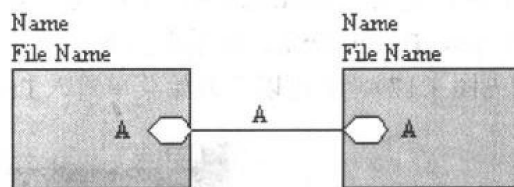

图1.16 图纸符号的端口与连线的连接
- (7) 连线与图纸符号中的端口连接。图 1.16 显示小图纸符号端口与导线的连接。
- (8) 端口与端口之间的逻辑连接。相同名称的端口表示连接在一起。